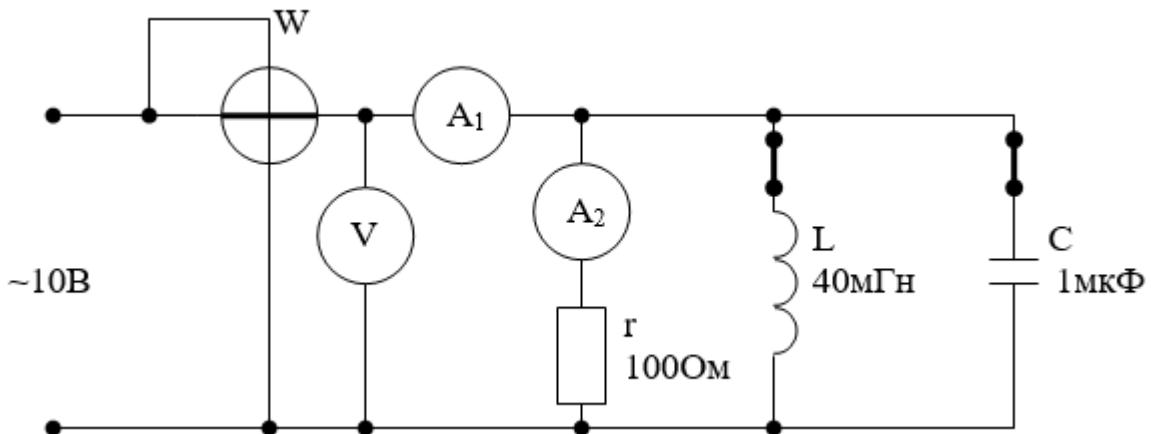

Рисунок 3.4 – Схема с параллельным соединением R, L и C
1. Детально ознакомившись с основными теоретическими положениями, собрать схему, изображённую на рис.3.4.